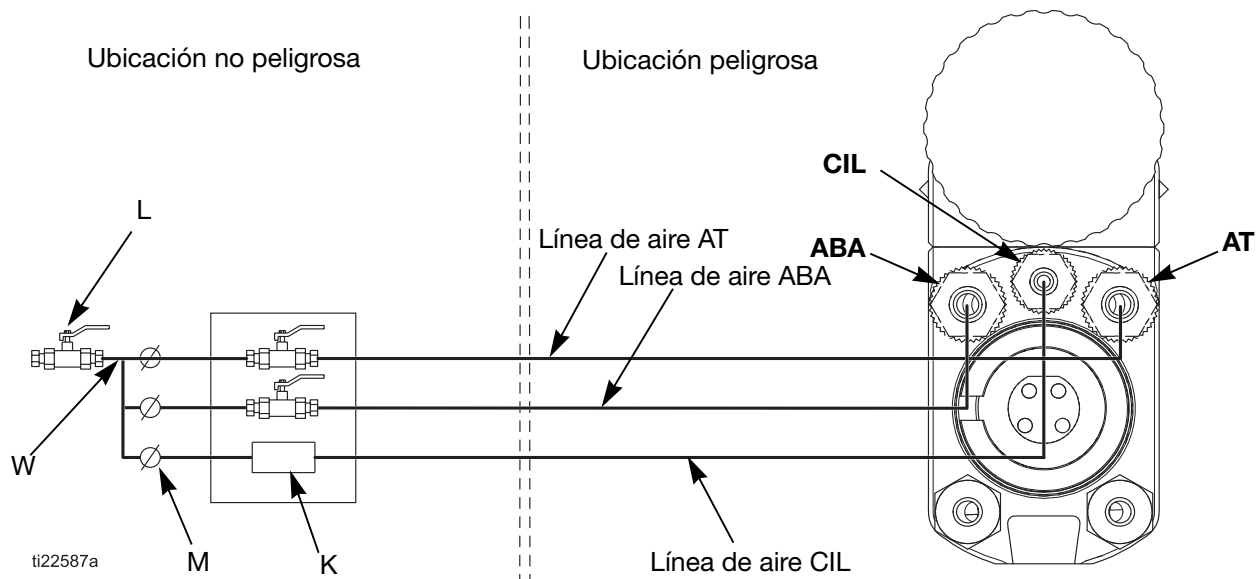

FIG. 11 Esquema de la línea de aire
1. Instale una válvula de cierre de aire de tipo purga (L) en las líneas de aire principal (W), de ventilación (ABA) y de atomización (AT) para cerrar todo el aire a la pistola. Consulte FIG. 11.
1. Conecte las líneas de aire como se muestra en la FIG. 11, página 16.
Conecte las líneas de aire como se muestra en la Fig. 11, página 16.